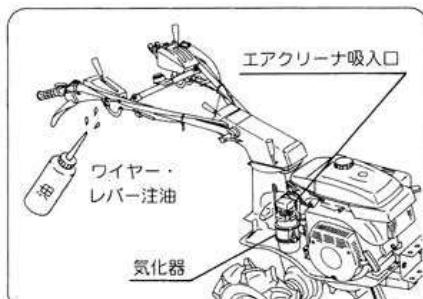

図27
- ② ワイヤ、レバー等の回動、摺動部に注油してください。(図27)